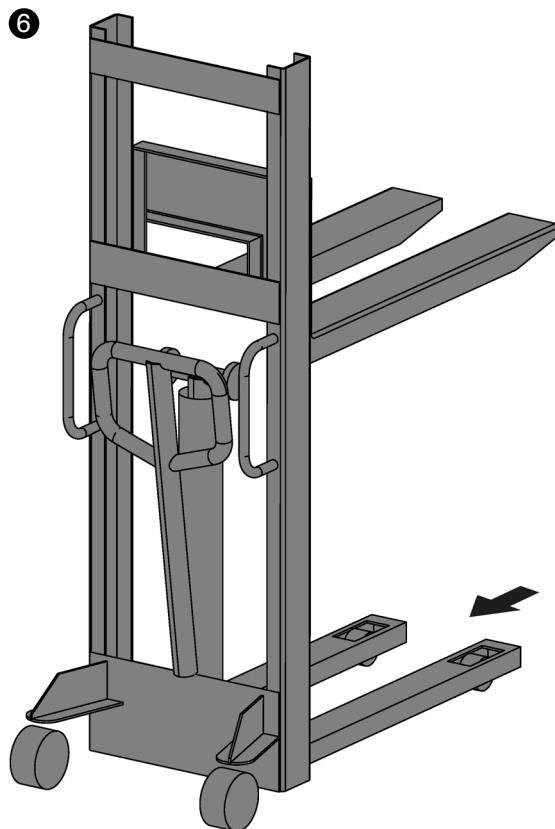

Fig. 33. Emplacement définitif de l'équipement et retrait du transpalette.
- 6 Déplacez l'équipement jusqu'à son emplacement final (*Fig. 33*).